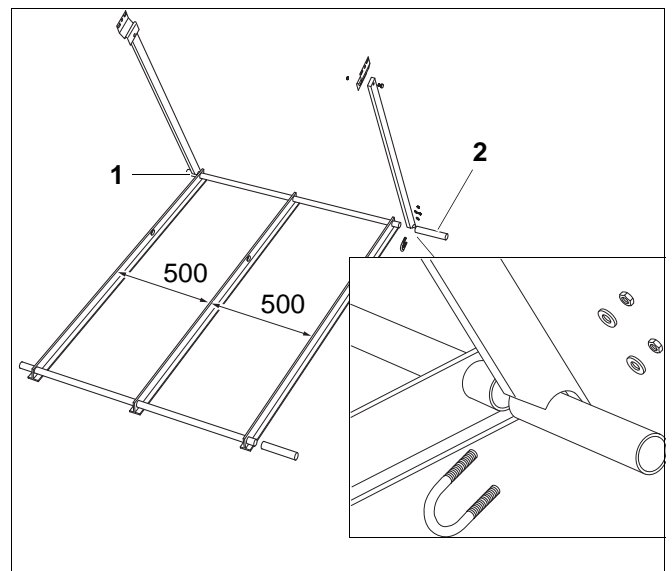

Abb. 10 Zusammenbau des Grundrahmens
- Tragrohre und die T-Profile des Ständers zusammenstecken. Richten Sie die T-Profile mittig aus (Abb. 10).
- Stecken Sie jeweils zwei (lange) Distanzrohre auf die Tragrohre zwischen zwei Ständern (Abb. 10, Pos. 2). Länge der Distanzrohre bei senkrechter Ausführung: 160 mm (bei waagerechter Ausführung: 640 mm).
- Pro Kollektorreihe zwei Distanzrohre mittig durchsägen und die beiden Hälften auf die äußeren Enden der Tragrohre eines Kollektorfeldes stecken (Abb. 10, Pos. 1).
- Stützen mit den beiliegenden Bügelschrauben an die hinteren Distanzrohre montieren. Benutzen Sie dazu einen Schraubenschlüssel SW 13 (Abb. 10).